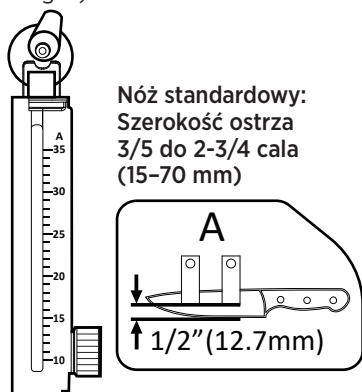

Fig. 6
**1. Standardowy nóż:** Ostrza o szerokości od 3/5 do 2-3/4 cala (15–70 mm) należy umieszczać w pozycji montażowej **A**, zgodnie z oznaczeniem na podstawie. Zakres kąta ostrzenia wynosi 10°–35°. (Patrz Fig. 6)